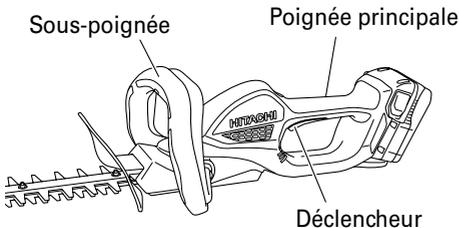

Fig. 5
1. Marche (Fig. 5)
2. Arrêt (Fig. 5)